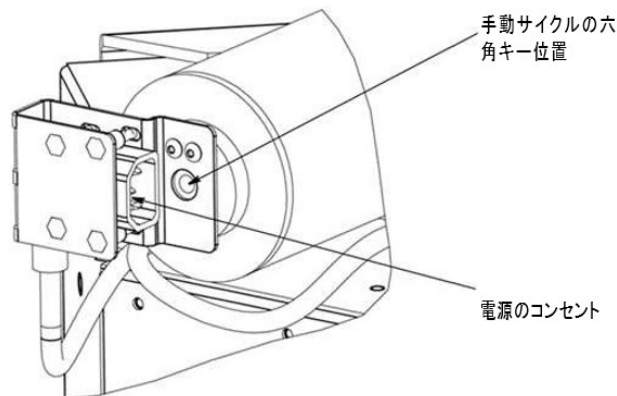
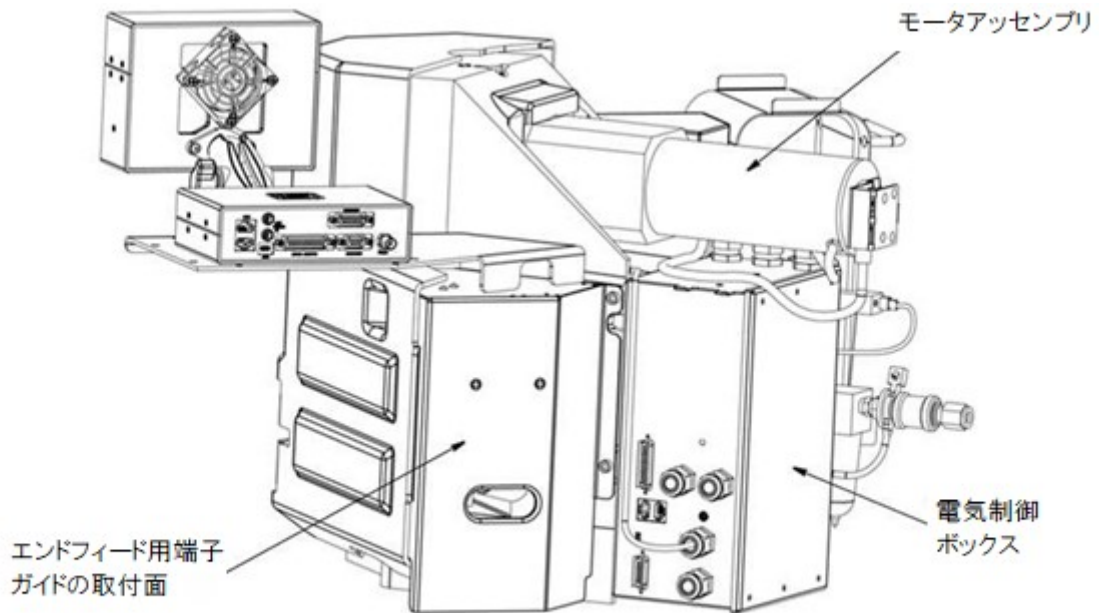

図 3
図4
1. **モーター部**は、直流モーターを含み、これがクランクシャフトを駆動します。モーターはサイクル毎にアクティブとなって、クランクシャフトを1回転させます。モーターの端にあるモーターアクセスカバーの下には六角キーがあり、手でモーターを回せるようになっています。六角レンチは、モーターの後部から電源コードを抜くことによってアクセスできます。図 3、図 4 を参照してください。